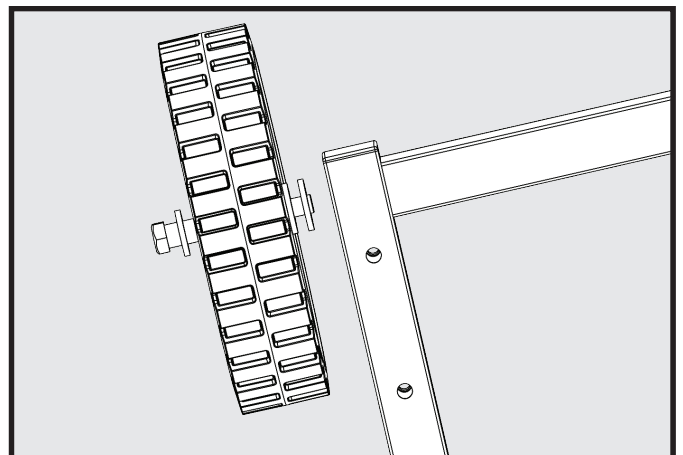

FIGURE 2
2. Insérer la rondelle plate M12 (15) sur le boulon à épaulement (14) (Fig 2).
3. Insérer le boulon à épaulement (14) au travers de la roue arrière (13).
4. Placer une autre rondelle plate M12 (15) entre la roue et la base.
5. Serrer le boulon à épaulement (14).